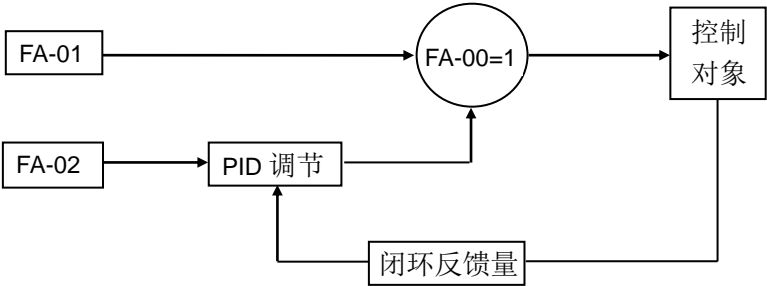

图 6-36 开环给定+PID 运行
- 当 FA-00=1 时,开环给定+PID 运行,如图 6-36 所示: